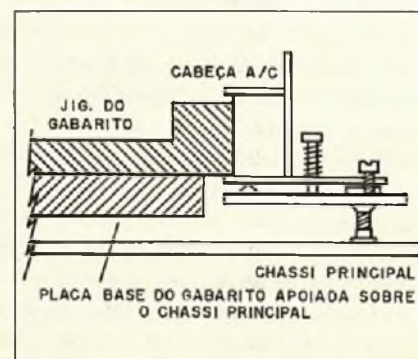

Figura 11
3. Posicione o jig sobre a placa base do gabarito e aproxime o jig da cabeça A/C, conforme a figura 11.